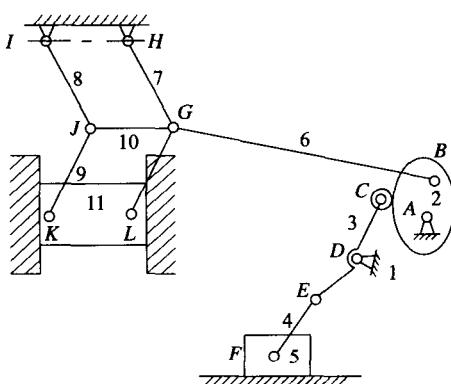

图 1-3
**例 3** 如图1-3所示，已知  $HG = IJ$ ，且相互平行； $GL = JK$ ，且相互平行。计算此机构的自由度。(若存在局部自由度、复合铰链、虚约束，请指出。)
**【解答】** 根据图 1-3 计算机构的自由度：